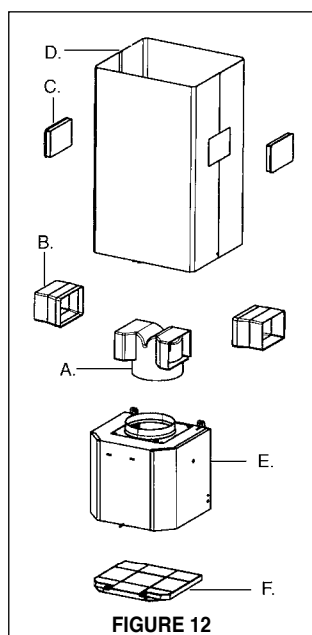
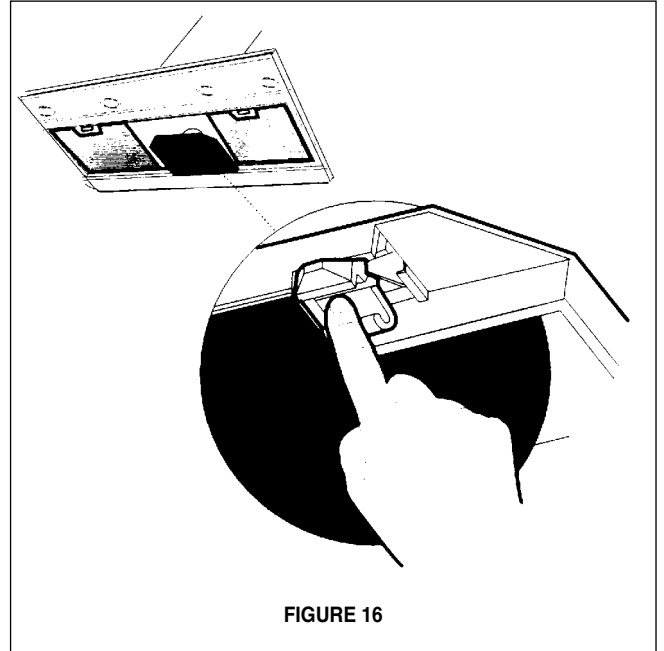
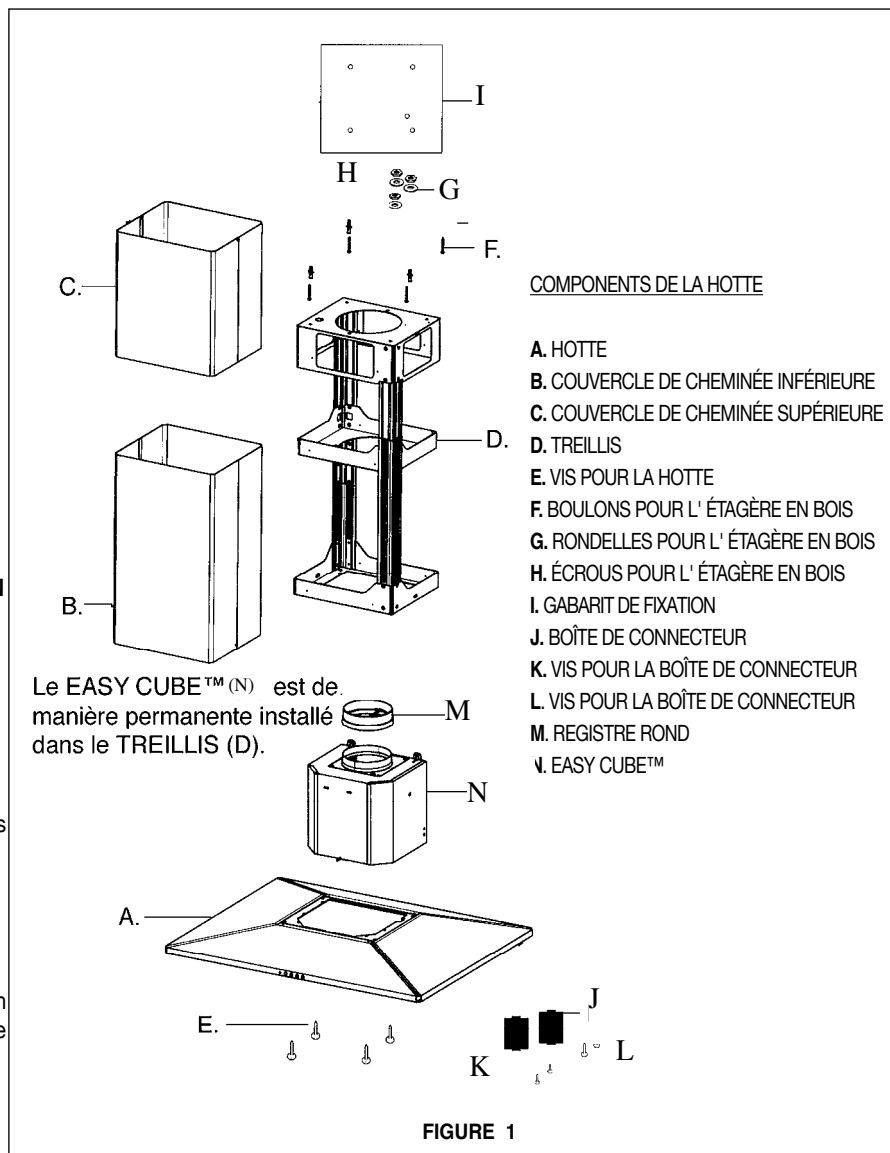

FIGURE 12
FIGURE 16
FIGURE 1
2. Attach the duct work to the DAMPER (**M in FIGURE 1**). Make sure to seal all joints with duct tape to prevent leaks.
For ductless installations, line up the DUCTLESS DIVERTER EXTENSIONS HORIZONTAL (**B in FIGURE 12**) with the holes in the LOWER CHIMNEY COVER (**D in FIGURE 12**) and snap in the VENT GRIDS (**C in FIGURE 12**).
Ductless installations require a **Ductless Conversion Kit** whose components are pictured in **FIGURE 12**. Do not use the DAMPER (**M in FIGURE 1**) for ductless installations. The LOWER CHIMNEY COVER (**B in FIGURE 1**) should be discarded and replaced by the new one with holes from the **Ductless Conversion Kit (D in FIGURE 12)**.
As indicated in **FIGURE 12**, place the DUCTLESS DIVERTER (**A**) over the exhaust opening of the EASY CUBE (**E**). Fit the DUCTLESS DIVERTER EXTENSIONS HORIZONTAL (**B**) into the DIVERTER (**A**).
- For ductless installations, install the CHARCOAL FILTER (F in FIGURE 12) behind the center grease filter opening by inserting and locking into place. See FIGURE 16
Séparer le COUVERCLE CHEMINÉE SUPÉRIEURE (C de la FIGURE 1) et le COUVERCLE CHEMINÉE INFÉRIEURE (B de la FIGURE 1) du TREILLIS (D de la FIGURE 1) en dévissant les quatre vis.
La hotte se fixe au plafond à l'aide d'un support métallique (D de la FIGURE 1). Ce support doit être fixé au plafond avant que la hotte ne soit installée au support. Puisque cette structure supporte le poids de la hotte, elle doit être fixée fermement au plafond. **POUR DES PLAFONDS EN BOIS** - Utiliser quatre longues vis à bois 4 po. et rondelles. **POUR LES PLAFONDS EN PLÂTRE OU EN PANNEAUX MURAUX SECS** - Si possible, le support doit être fixé aux solives du plafond, sinon, une structure supportante doit être érigée derrière le panneau mural sec. **POUR L'ÉTAGÈRE EN BOIS** - Utiliser F, G, & H de la FIGURE 1.
7. Pour installations avec conduit, placer le REGISTRE ROND (N de la FIGURE 1) dans l'ouverture d'échappement de la hotte et appuyer fortement sur le registre.
2. Brancher le conduit sur le REGISTRE ROND (**M de la FIGURE 1**) et sceller toutes les connexions avec du ruban à conduit.
Installations sans conduit requièrent le **Kit Pour Conversion Du Conduit (FIGURE 12)**. N'utilisez pas le REGISTRE ROND (**M de la FIGURE 1**) pour les Installations sans conduit. Jeter le COUVERCLE CHEMINÉE INFÉRIEURE (**B de la FIGURE 1**) et remplacer avec le couvercle de cheminée inférieure avec trous d'échappement d'air dans le **Kit Pour Conversion Du Conduit (D de la FIGURE 12)**.